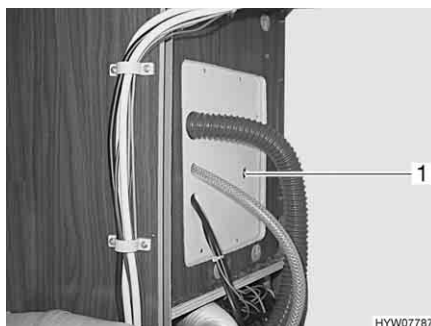

Fig. 148 Fusibile della toilette con serbatoio fecale
- Estrarre il fusibile (Fig. 148,1) con un attrezzo adatto dal foro presente sulla piastra di copertura e sostituirlo.